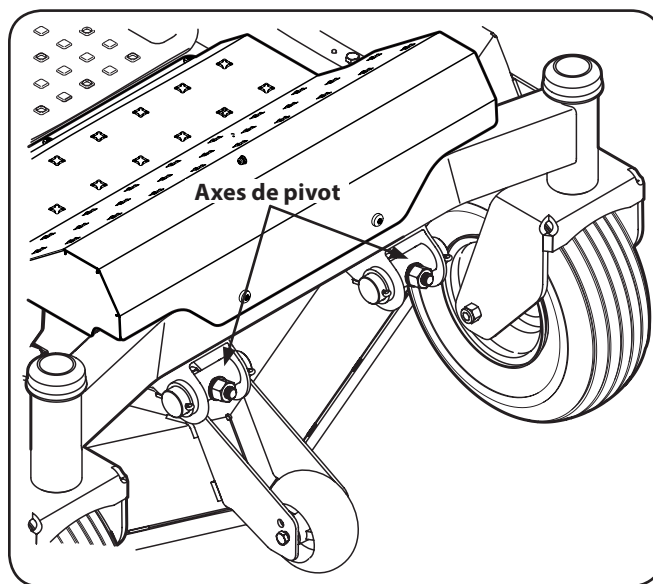

Figure 6-8
- Pour relever le devant du plateau de coupe, desserrez les écrous autobloquants à l'avant des axes de pivot à l'aide d'une clé. Ensuite, serrez les contre-écrous situés à l'arrière des axes de pivot pour relever le devant du plateau de coupe et le maintenir en place. Voir Figure 6-8.
- Pour abaisser le devant du plateau de coupe, desserrez les contre-écrous à l'arrière des axes de pivot à l'aide d'une clé. Ensuite, serrez les écrous autobloquants à l'avant des axes de pivot pour abaisser le devant du plateau de coupe et le maintenir en place. Voir Figure 6-8.